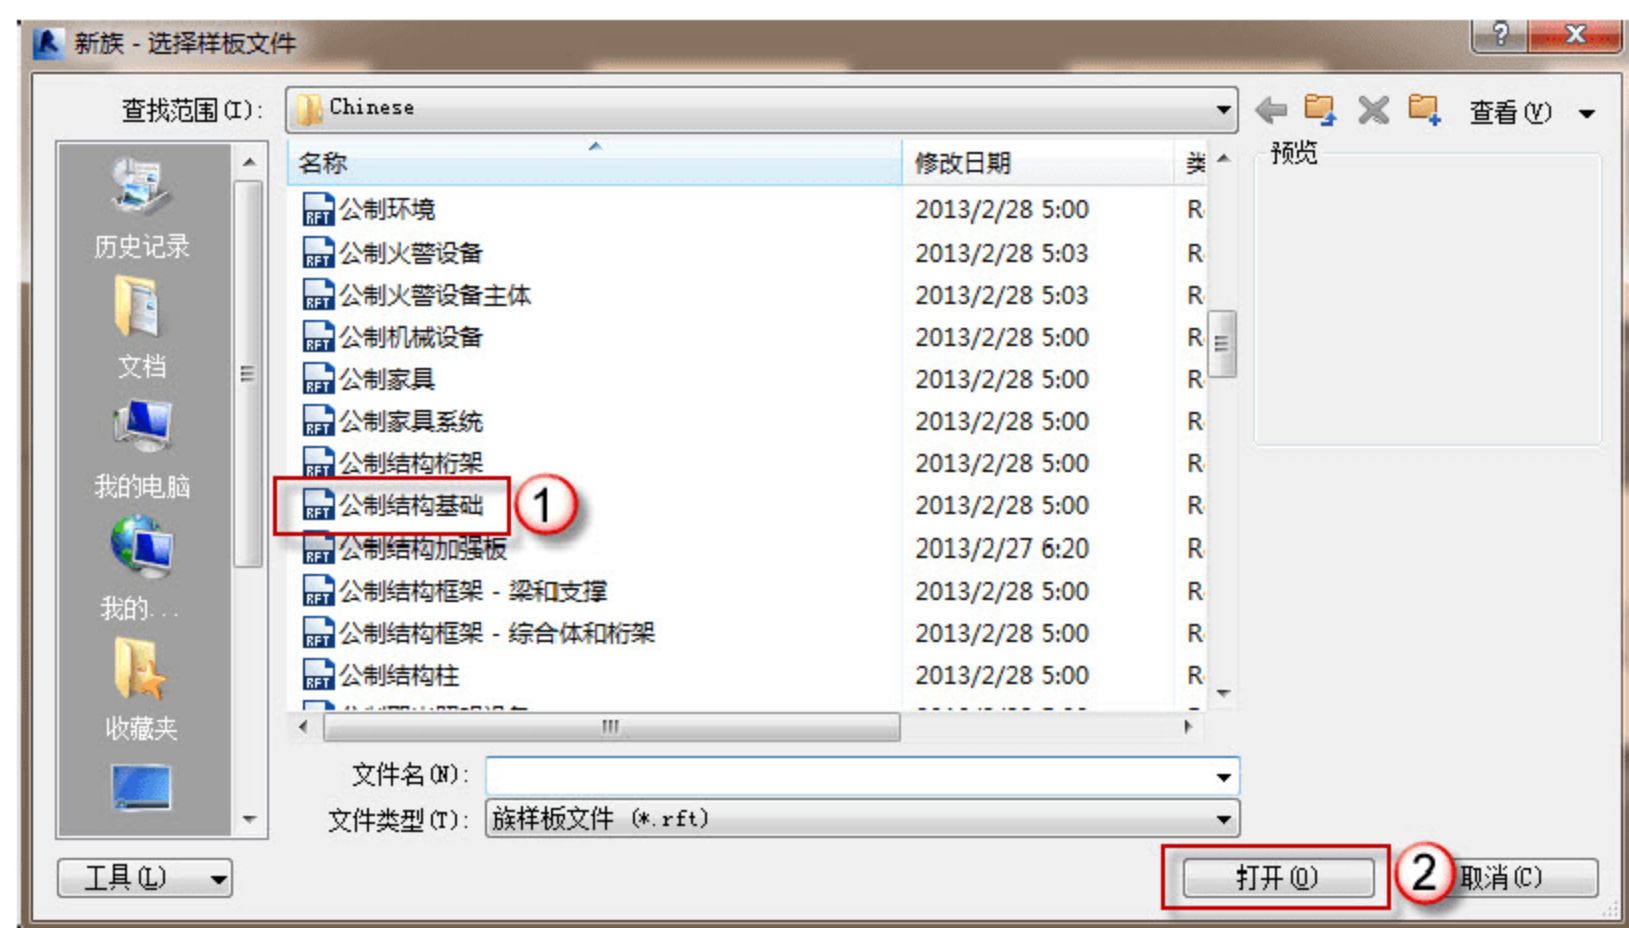

图 2.1.1 新建族
(1) 新建族。选择“新建”→“族”命令，在弹出的“新族-选择样板文件”对话框中，选择“公制结构基础”选项，并单击“打开”按钮，如图 2.1.1 所示。